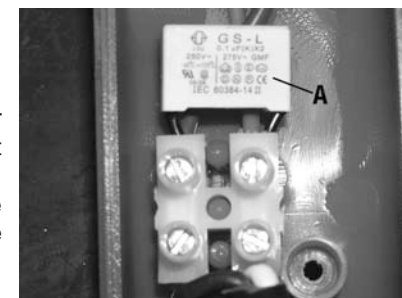

Figure 1
Ce pistolet à air chaud est équipé d'un protecteur thermique (A) Fig.1. En cas de surchauffe, il se met automatiquement en arrêt. Si cela se produit, débranchez le pistolet à air chaud de la source de courant et laissez le refroidir avant de tenter de le rallumer.